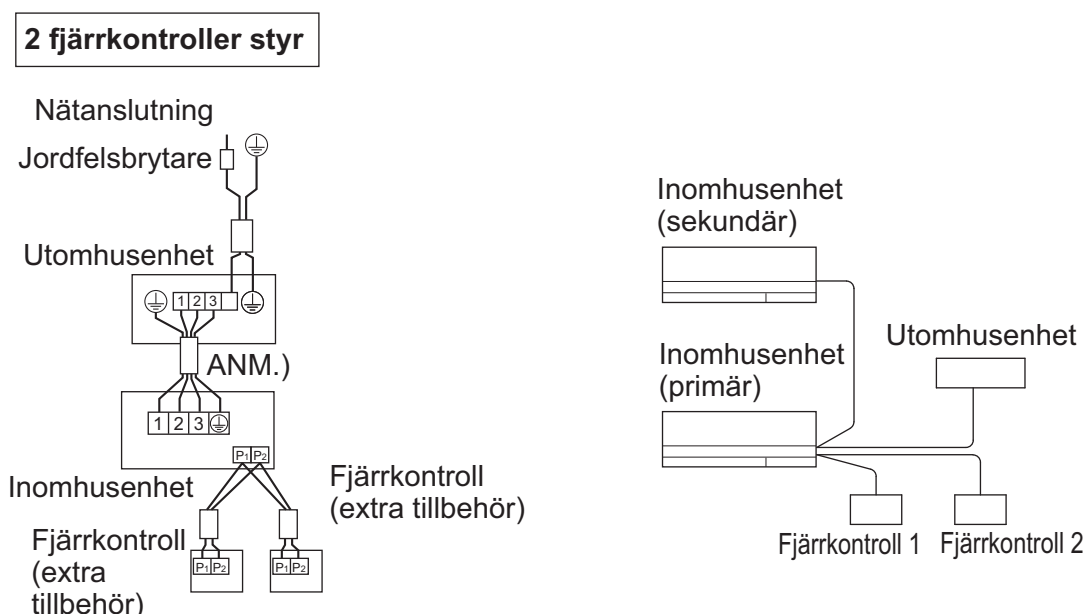

Bild 28
- 2 fjärrkontroller styr: 2 fjärrkontroller styr 1 inomhusaggregat. (Se bild 28)
(3) Ta bort kontrollboxens lock (se "5. INSTALLERA INOMHUSENHETEN".)
(4) Dra kablar mellan fjärrkontroll 2 (sekundär) och terminal (P1, P2) på kopplingsplinten (X1M) för fjärrkontrollen i kontrollboxen. (Ingen polaritet.) (Se bild 28 och tabell 4)